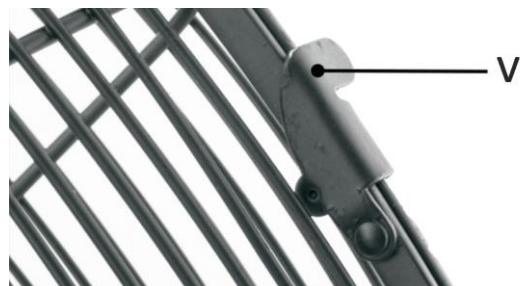

Fig. 16
2. Fissare la griglia anteriore alla griglia posteriore e chiudere i fermagli (v) (Fig. 16).